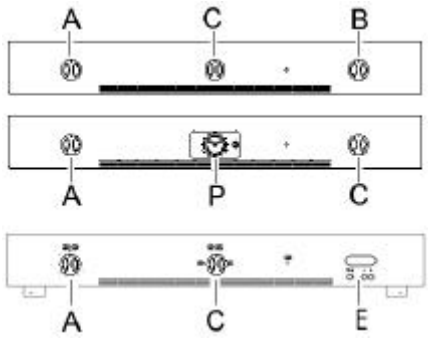

fig. 10
DESCRIZIONE COMANDI (fig. 10)
DESCRIEREA COMENZILOR (fig. 10)
- premete leggermente la manopola del termostato A (fig. 10) e ruotarla in senso antiorario in posizione massima. Premere a fondo la manopola A per innescare l'accensione elettrica e tenerla premuta per alcuni secondi affinché il dispositivo di sicurezza si attivi
- apasati usor butonul termostatlui A (fig. 10) si rotiti-l in sens invers acelor de ceasornic pana la pozitia maxima. Apasati butonul A complet pentru a declansa aprinderea electrica si tineti-l apasat pentru cateva secunde pentru a activa mecanismul de siguranta